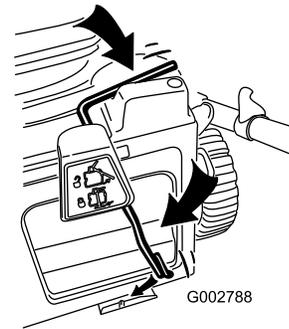

Figura 9
2. Mueva la palanca hasta que se introduzca en la ranura del interruptor y se enganche en el clip de retención de la palanca (Figura 9).